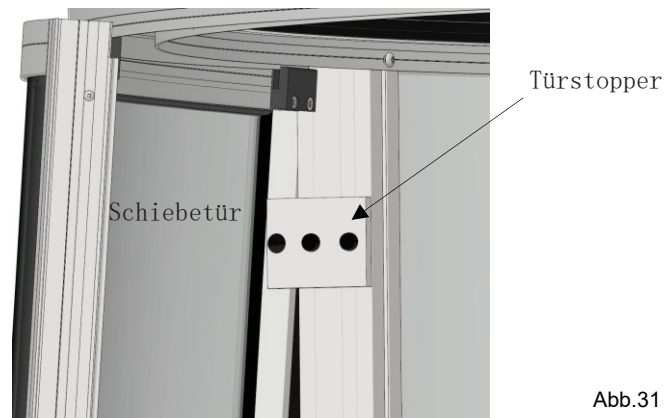

Abb.31
- Hinweis: Die Schiebetür muss innenseitig an den Türstopperrn eingebaut werden. (Abb. 31)